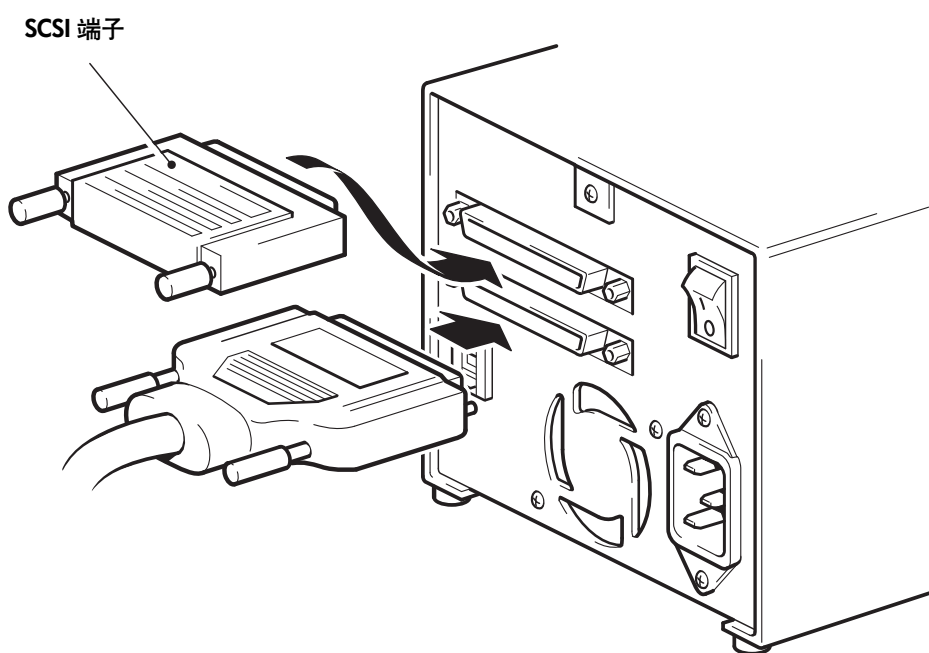

图 5: 连接 SCSI 电缆
- 4 将 SCSI 电缆上的 HD 接线连接到磁带机后面板上的某个 SCSI 接口，并拧紧螺丝将其固定。（见图 5。）